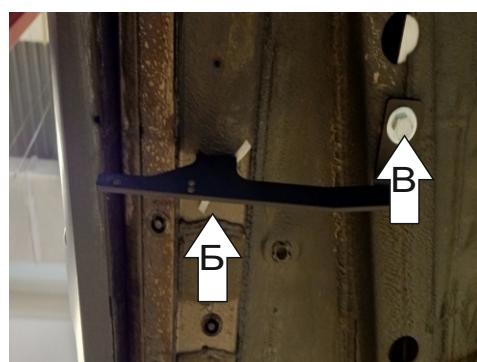

Рис. 3
- Установить средние кронштейны к установленным гайкам закладным, используя соответствующие болты M8x30 с шайбами 8 ув., втулками 6 мм для Haval Jolion и M10x30 с шайбами 10 ув., втулками 6 мм для Haval Jolion.(Рис. 3)